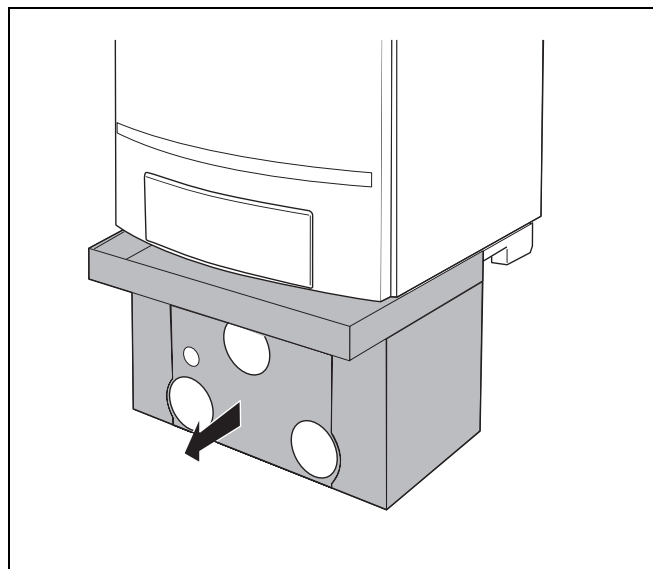

Рис. 7 Снятие нижнего кожуха
- Включить пусковой выключатель (рис. 7, **поз. 1**) на ВС10 (положение "1").
- Нажать кнопку "Индикация состояния" (рис. 7, **поз. 4**), пока на дисплее не появится показатель давления в системе ("P1.Б") (рис. 7, **поз. 9**). См. также 5.1.1, "Меню Режим нормальной работы", стр. 16.